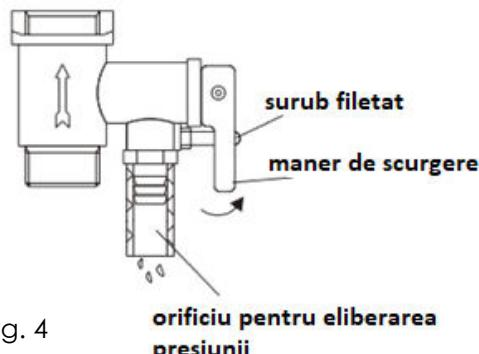

Fig. 4
- (1) deconectati boilerul de la reteaua electrica;
- (2) pentru a evaca apa din rezervorul interior, desrubati surubul filetat de pe supapa de siguranta multifunctionala si ridicati manerul de scurgere in sus. (vezi Fig.4)